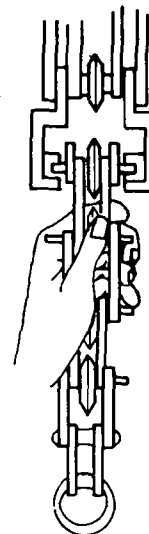

FIG. 4
5.º Passo — Prenda a corrente, no encaixe do corpo do aparelho (fig. 4).